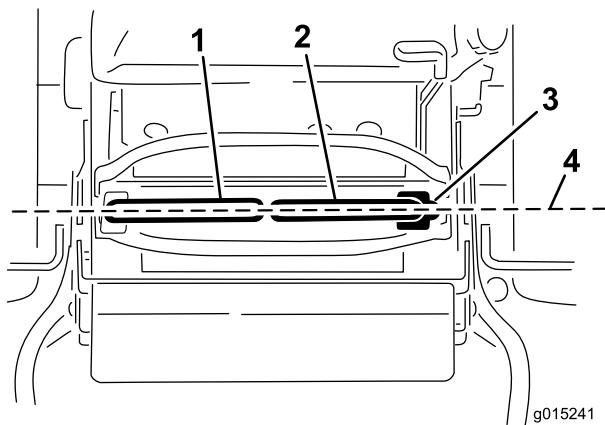

Bild 27
5. Drehen Sie die rechte Kabeleinstellung so, dass der rechte Fahrantriebshebel in der Mittel des Arretierungsschlitzes für Neutral am Armaturenbrett ist (Bild 27).